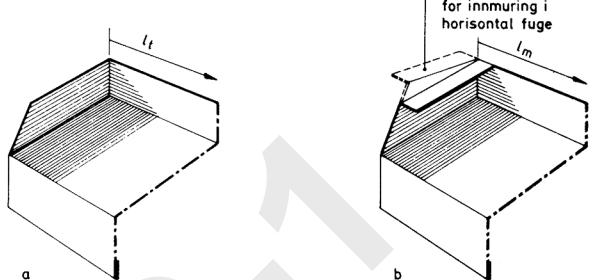

Fig. 04
- 04 Bunnkarmprofilet med spor i underkant av karmen er utviklet med støtte i laboratorieforsøk. Utformingen fører til en bestemt type sålbenkbeslag, fig. 04.